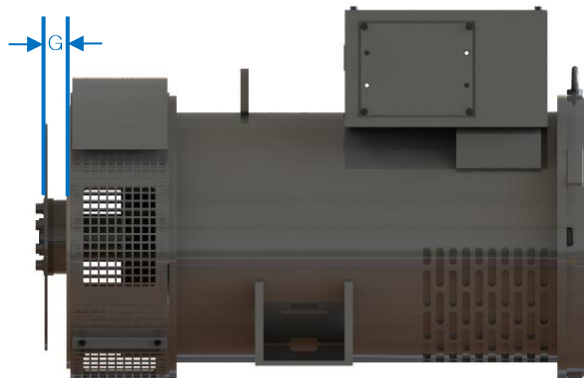

Figure 9.1 : Mesure de la « cote G »
3. Utiliser un pied à coulisse et une règle pour vérifier la mesure entre la face du disque d'accouplement et la face de la bride, conformément à la Figure 9.1.